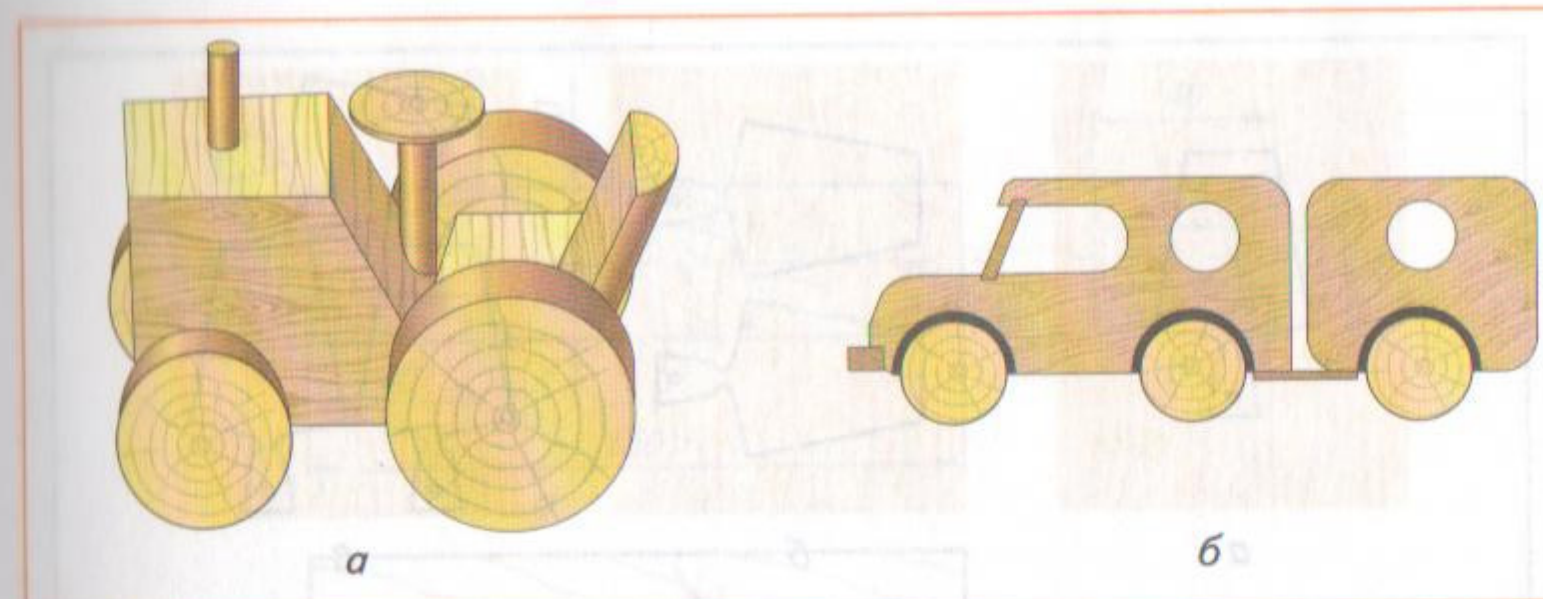

Рис. 25 Деревянные модели (игрушки): а — трактор; б — автомобиль
*Моделью* называют уменьшенный или увеличенный образец — копию изделия, предназначенную для показа его устройства и принципа действия. Модели, как и настоящие изделия, изготавливают по эскизам, техническим рисункам и чертежам (рис. 25).